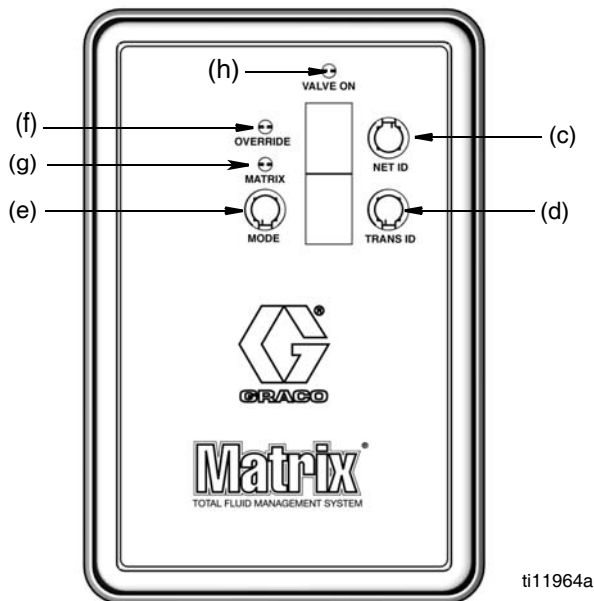

FIG. 2
1. Appuyez sur le bouton MODE (e) et maintenez-le (FIG. 2) pour sélectionner Matrix ou le mode Annuler.
- En mode Matrix (préférée) (g) (FIG. 2), la pompe ne fonctionnera que si elle reçoit un code d'autorisation du logiciel de Matrix. Les distributions non autorisées ne sont pas acceptées en ce mode.
- Le mode ANNULER (f) (FIG. 2), active l'air à la pompe de sorte qu'elle puisse être utilisée sans autorisation par Matrix. DEL DE VANNE ALLUMÉE (VALVE ON LED) (h) indique que l'électrovanne est activée/désactivée.
1. Appuyez et maintenez le bouton d'identification de RÉSEAU (NET ID) (c) (FIG. 2) pour porter l'identification de RÉSEAU à correspondre à l'identification de RÉSEAU désirée.
2. Appuyez et maintenez le bouton d'identification de l'ÉMETTEUR-RÉCEPTEUR (TRANS ID) (d) (FIG. 2) pour porter l'identification de l'ÉMETTEUR-RÉCEPTEUR à correspondre à l'identification de l'émetteur-récepteur désirée.